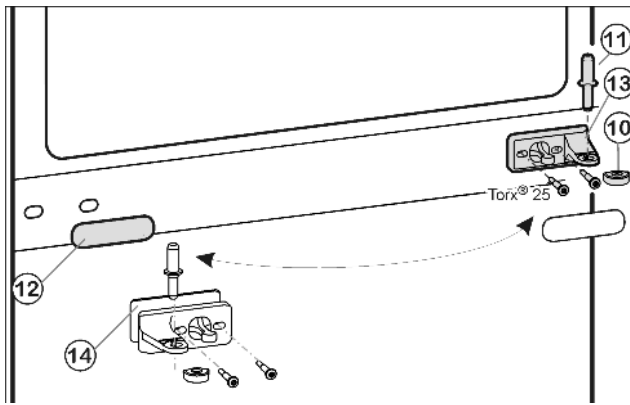
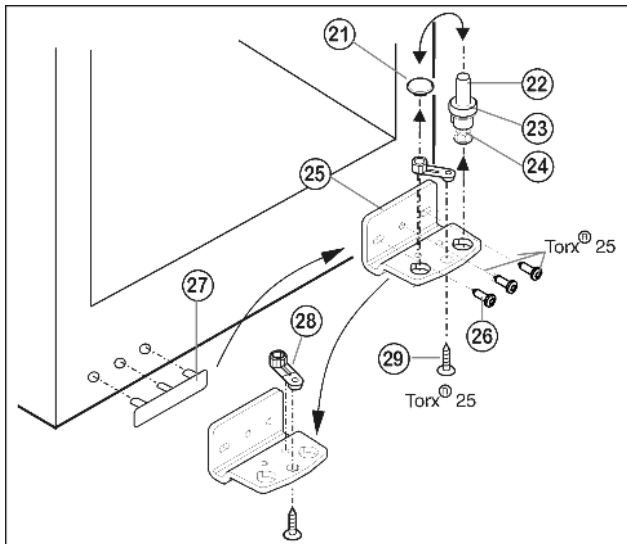

Fig. 5
Fig. 6
- ▶ Retirer le pivot central Fig. 5 (11) de sa charnière et de la porte inférieure.
- ▶ Retirer le capuchon en plastique Fig. 5 (10).
- ▶ Dévisser le support d'appui du milieu Fig. 5 (13) (2 Torx® 25).
- ▶ Retirer avec précaution le panneau-cache Fig. 5 (12).
- ▶ Visser le support d'appui du milieu Fig. 5 (13) avec le support pivoté Fig. 5 (14) de 180° sur le nouveau côté charnière (avec 4 Nm).
- ▶ Encliqueter de nouveau le panneau-cache Fig. 5 (12) tourné de 180° sur le nouveau côté poignée.
- ▶ Dévisser le pivot Fig. 6 (22) complètement avec le disque Fig. 6 (23) et le pied réglable Fig. 6 (24) vers le haut.
- ▶ Enlever le bouchon Fig. 6 (21).
- ▶ Dévisser Fig. 6 (26) le support d'appui Fig. 6 (25).
- ▶ Dévisser l'élément pivotant Fig. 6 (28) et le permuter dans le trou opposé du support d'appui.
- ▶ Soulever le cache côté poignée Fig. 6 (27) avec précaution et le positionner sur le côté opposé.
- ▶ Revisser à fond le support d'appui Fig. 6 (25) sur le nouveau côté charnière en utilisant une visseuse sans fil si nécessaire, avec un couple de serrage de 4 Nm.
- ▶ Replacer le bouchon Fig. 6 (21) dans l'autre trou.
- ▶ Replacer le pivot Fig. 6 (22) complètement avec le disque et le pied réglable. Faire attention à ce que les ergots d'encliquetage soient tournés vers l'arrière.
- ▶ Placer la porte supérieure par le haut sur le pivot inférieur Fig. 6 (22).
- ▶ Remettre le capuchon en plastique Fig. 5 (10) sur le support d'appui central Fig. 5 (13).
- ▶ Placer le pivot du milieu Fig. 5 (11) sur le nouveau côté charnière à travers le support d'appui central Fig. 5 (13) dans la porte inférieure.
- ▶ Placer la porte supérieure sur le pivot du milieu Fig. 5 (11).
- ▶ Aligner éventuellement les portes à la carrosserie grâce aux deux trous longitudinaux dans le support d'appui inférieur Fig. 6 (25) et le support d'appui central Fig. 5 (13). Pour cela, dévisser la vis centrale du support d'appui inférieur Fig. 6 (25).